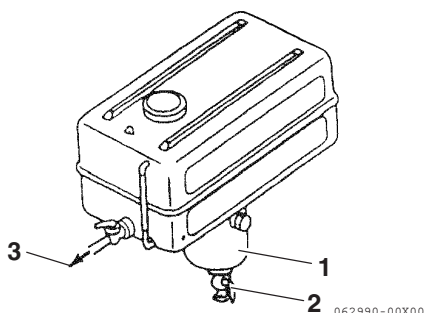

Figura 2
Installare un rubinetto di scarico (**Figura 2, (2)**) nella parte inferiore del serbatoio carburante per rimuovere acqua e contaminanti dalla camera di sedimentazione (**Figura 2, (1)**).